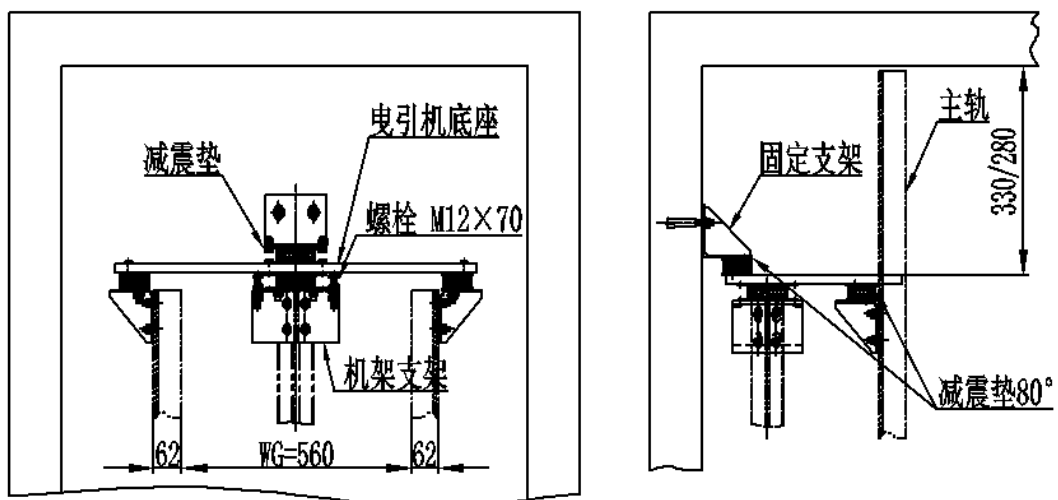

图 8-1 对重侧置机座安装示意图
8.1.1 确认轿厢导轨与对重导轨安装到位，在对重导轨顶端安装曳引机底座支撑座，并在相应位置的轿厢导轨出安装支撑座，将曳引机底座用螺栓固定在曳引机支撑座上。调整曳引机底座位置，使曳引机底座两钢带孔中心距与对重导轨中心距在同一垂直面上。见图 8-1。